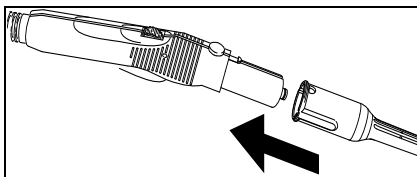

Abb. 6
- Benötigtes Zubehör (D1,E1, F1) mit der Dampfpi­stole (C1) verbinden. Dazu das offene Ende des Zubehörs auf die Dampf­pistole (C1) stecken und soweit auf die Dampf­pistole schieben, bis die Entriegelungstaste (C2) der Dampf­pistole einrastet (siehe Abb. 6).